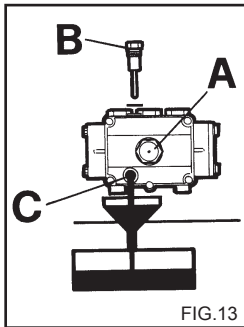

FIG.13
- 2) Dévisser le bouchon de la tige de contrôle de niveau (fig. 13).